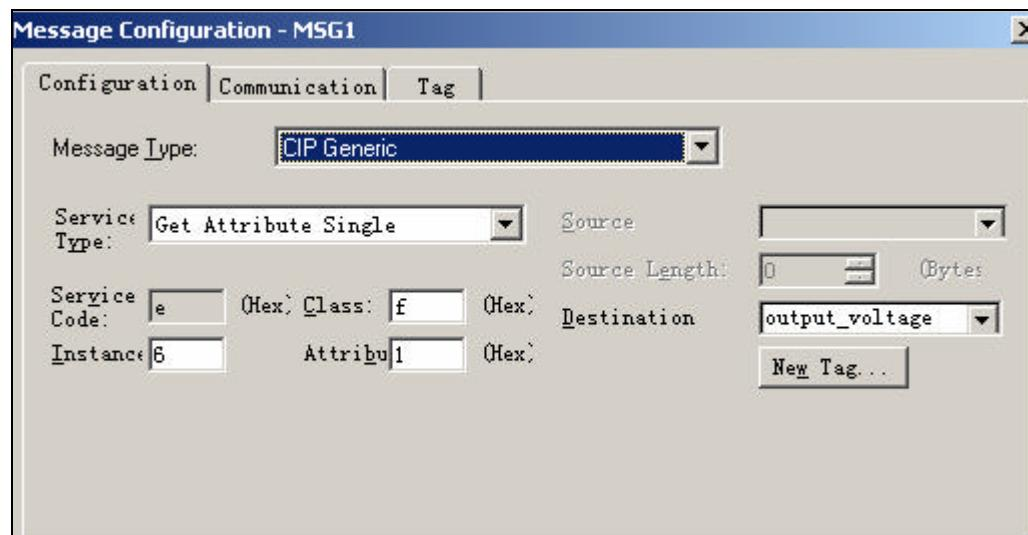

图 4-48 MSG1 的显性信息配置
47. 点击 MSG1 的 [...] 按钮，出现显性信息的配置。按照步骤 35 填写即可，应注意的是我们要读取参数，需在 Service type 中选择 Get Attribute Single，Destination 是保存读取出的变频器参数的地址，如图 4-48 所示。